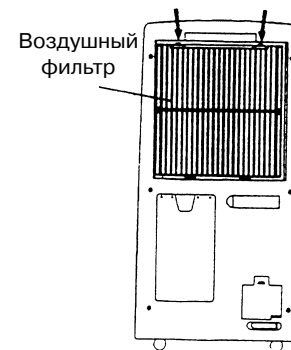
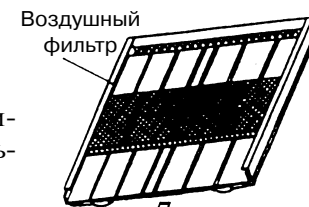
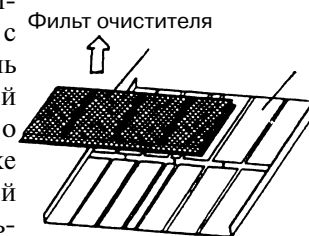
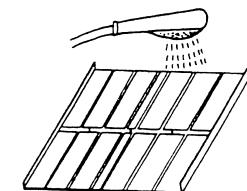

Рис. 23
Рис. 24
Рис. 25
Рис. 26
- Нажмите и выньте два крючка воздухозаборной решетки (рисунок 23) для извлечения воздушного фильтра (с воздухоочистителем) (рисунок 24). Затем снимите с фильтра и прочистите воздухоочиститель (рисунок 25). Промойте фильтр водой (например, из душа), одновременно встряхивая фильтр (рисунок 26). Также можно промыть фильтр теплой мыльной водой. По завершении промывки повесьте фильтр для просушки.